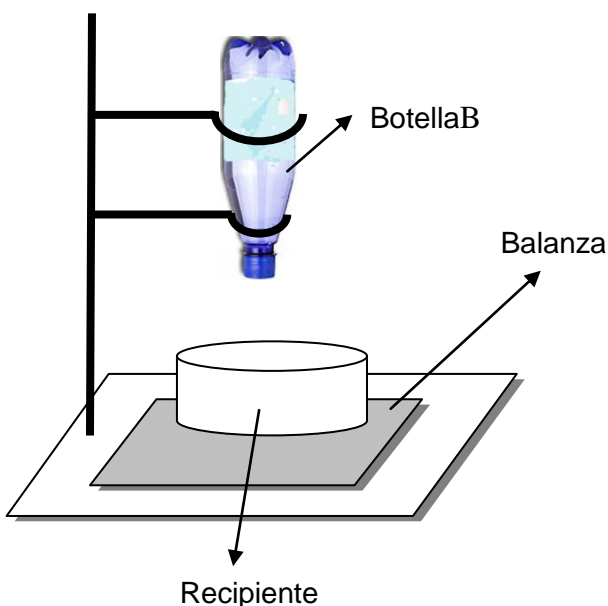

Figura 1
- Coloque la botella con la tapa hacia abajo en el pie porta botella (ver Figura 1).